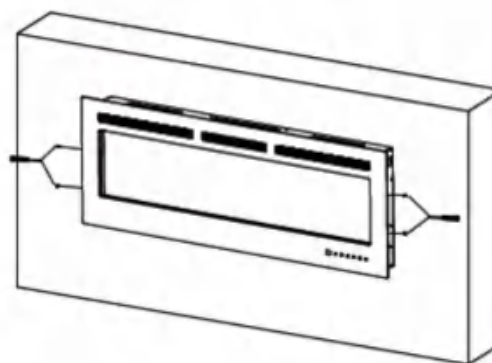

Figure 7
- J. Réinstallez la vitre avant à l'aide des vis retirées à l'étape C. Assurez-vous que la vitre est bien fixée et stable avant de continuer. [Figure 7]